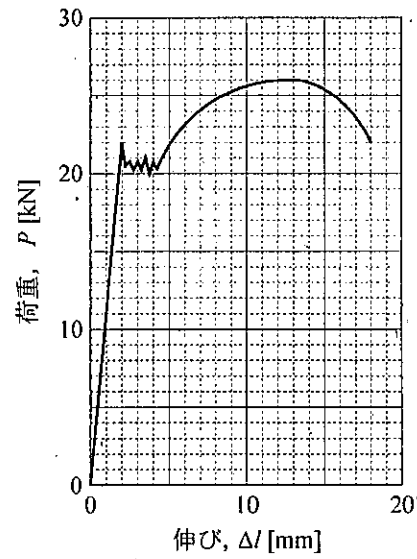

図 1
(1) 両端のつかみ部よりも中央の平行部が細い引張試験片があり、平行部は直径 10 mm、長さ 200 mm の中実丸棒状である。この試験片の引張試験を行い、図 1 に示す縦軸を荷重 P [kN]、横軸を伸び Δl [mm] とする荷重-伸び線図を得た。この試験片の上降伏応力と最大引張応力を求めよ。